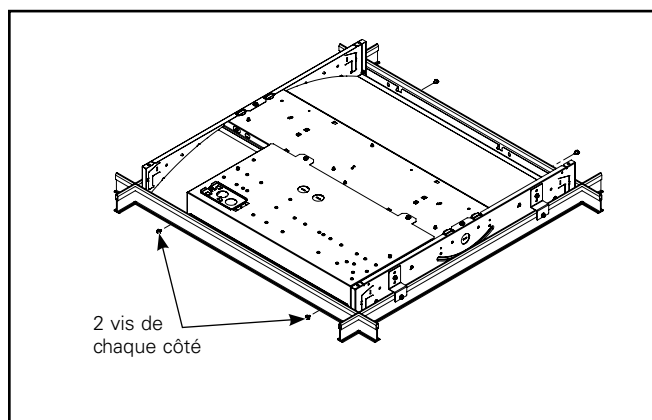
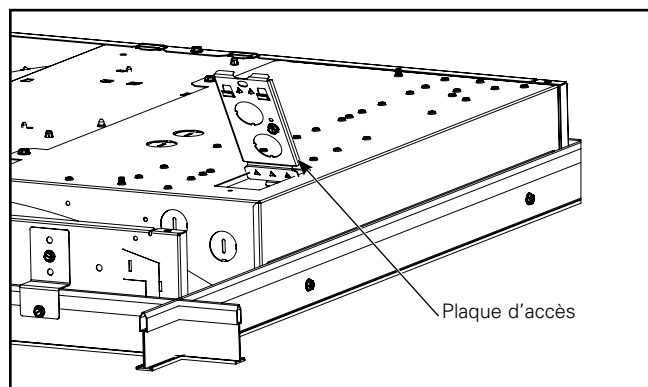

Figure 9.
Figure 10.
6. Fixez les deux autres côtés des parois courtes à l'aide des vis autotaraudeuses à la grille en T, comme illustré (figure 9). Pour un 14FCZ2/24FCZ2, fixez-le avec 3 vis de chaque côté (figures 10 et 11). Pour un 22FCZ2, fixez-le avec 2 vis de chaque côté (figure 9). Assurez-vous de visser les vis à travers la paroi de la grille en T et la paroi du luminaire. La paroi du luminaire sera plus courte que la paroi de la grille en T.
6. Fixez les deux autres côtés des parois courtes à l'aide des vis autotaraudeuses à la trousse pour cloison sèche, comme illustré (figure 9). Pour un 14FCZ2/24FCZ2, fixez-le avec 3 vis de chaque côté (figures 10 et 11). Pour un 22FCZ2, fixez-le avec 2 vis de chaque côté (figure 9). Assurez-vous de visser les vis à travers la paroi de la trousse pour cloison sèche et de la paroi du luminaire. La paroi du luminaire sera plus courte que la paroi de la trousse pour cloison sèche.